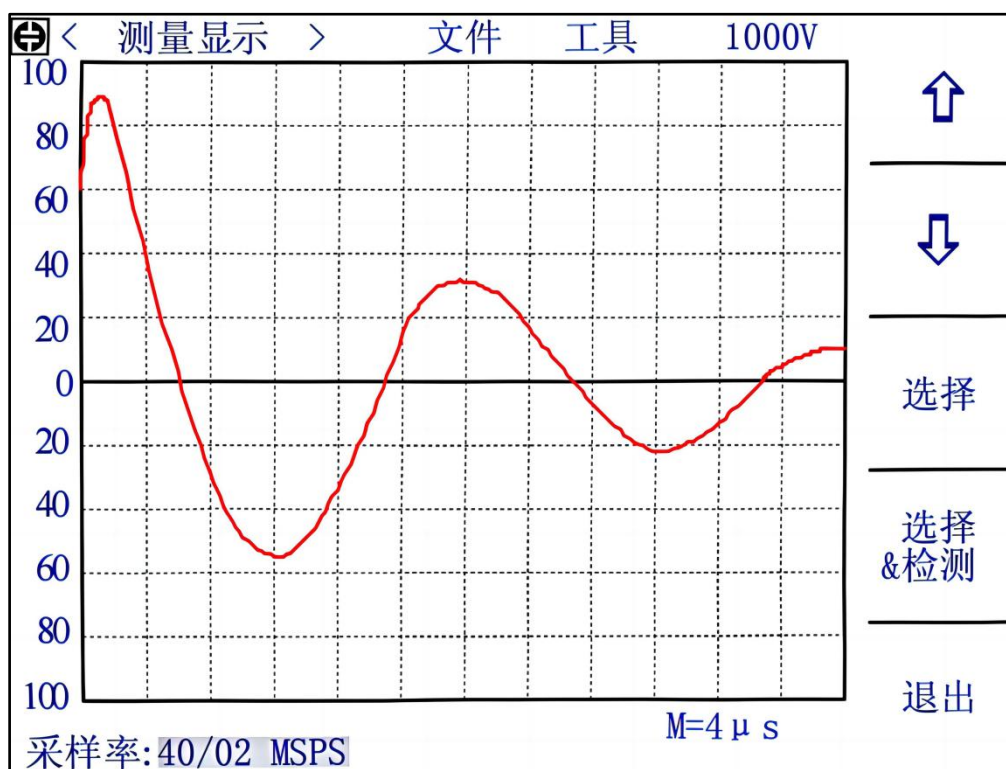

图 4-9 标准波形采样-单次循环
2. 单次循环：按启动键后，仪器测试每个采样率的标准波形，并且两次采样之间不等待时间，同时屏幕中央出现[测试中]信息，此时用户可以按中止测量软键退出标准波形采样。全部采样结束后，出现如图 4-9 画面，等待用户的操作，此时的可用软键如下：